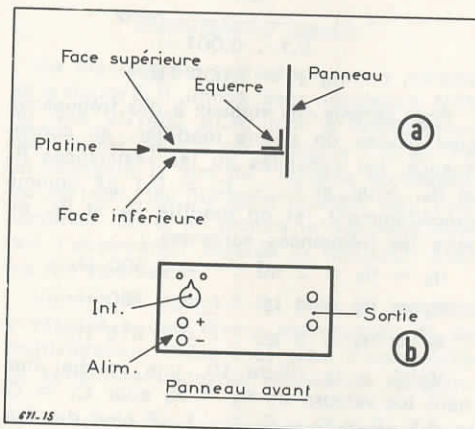

Fig. 15
La figure 15 montre en (A) le montage de la platine et du panneau avant à l'aide de deux équerres.